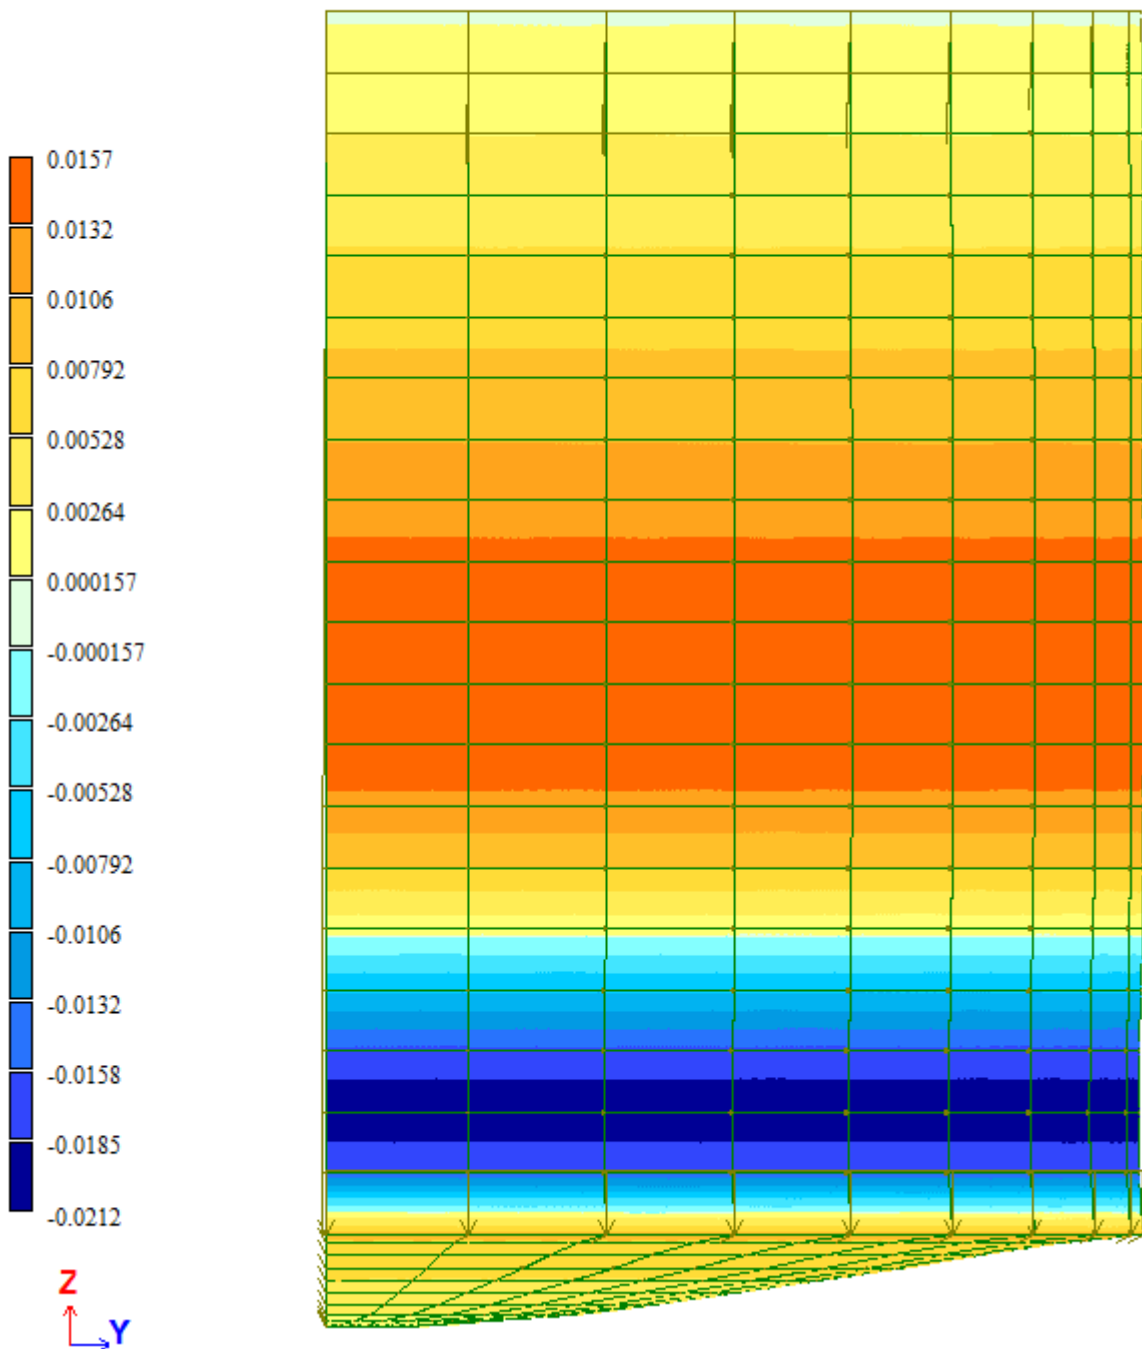

Рис.6.18. Изополю перемещений по направлению локальной оси X в элементах стенки резервуара
- Для представления расчетной схемы в проекции на плоскость YOZ (рис.6.18), щелкните по кнопке